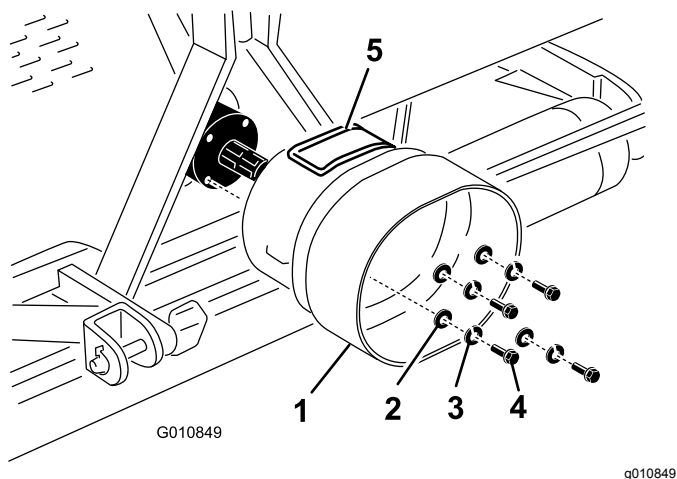

Figure 22
Remarque: Vous pouvez ouvrir le panneau d'accès (Figure 22) pour faciliter le retrait et la remise en place des fixations de montage de l'arbre de PDF.
1. Retirez les 4 boulons, rondelles-freins et rondelles plates fixées à l'arrière du réducteur de l'aérateur (Figure 22).
2. Montez la protection de PDF sur le réducteur de l'aérateur avec les fixations retirées précédemment (Figure 22). Lors du montage de la protection de PDF, veillez à positionner le panneau d'accès (Figure 22) en haut ou sur le côté de la configuration du bâti de l'aérateur.